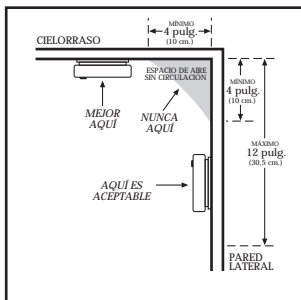

FIGURA 1
- Al instalar una alarma en el cielo raso, colóquela a una distancia mínima de 4 pulg. (10 cm) de la pared lateral (consulte la Figura 1).
- Al instalar la alarma en la pared, use una pared interior con el borde superior de la alarma a un mínimo de 4 pulg. (10 cm) y un máximo de 12 pulg. (30.5 cm) bajo el cielo raso. (Consulte la Figura 1).
En las casas rodantes antiguas que no están bien aisladas en comparación con las normas actuales, el calor y el frío extremos se pueden filtrar desde el exterior al interior a través de paredes y un techo inadecuadamente aislados. Esto puede formar una barrera térmica que puede impedir que el humo llegue a una alarma instalada en el cielo raso. En ese tipo de casas rodantes, instale la alarma contra humo en una pared interna, con el extremo superior de la alarma a un mínimo de 4 pulg. (10 cm) y un máximo de 12 pulg. (30.5 cm) bajo el cielo raso (consulte la Figura 1).